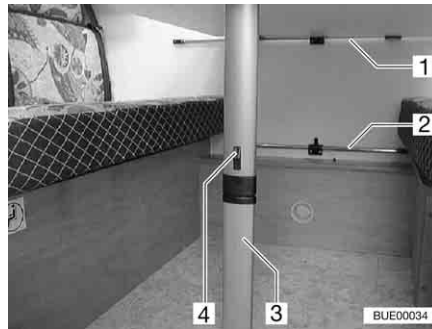

Fig. 61 Table suspendue à pied articulé
- Pousser le dispositif de blocage (Fig. 61,4) vers le plateau de table.
- Rabattre le pied (Fig. 61,3) à 90°.
- Décrocher la table suspendue du rail d'accroche supérieur (Fig. 61,1).
- Accrocher la table suspendue dans le rail d'accroche inférieur (Fig. 61,2) et la poser sur l'articulation du pied de la table.